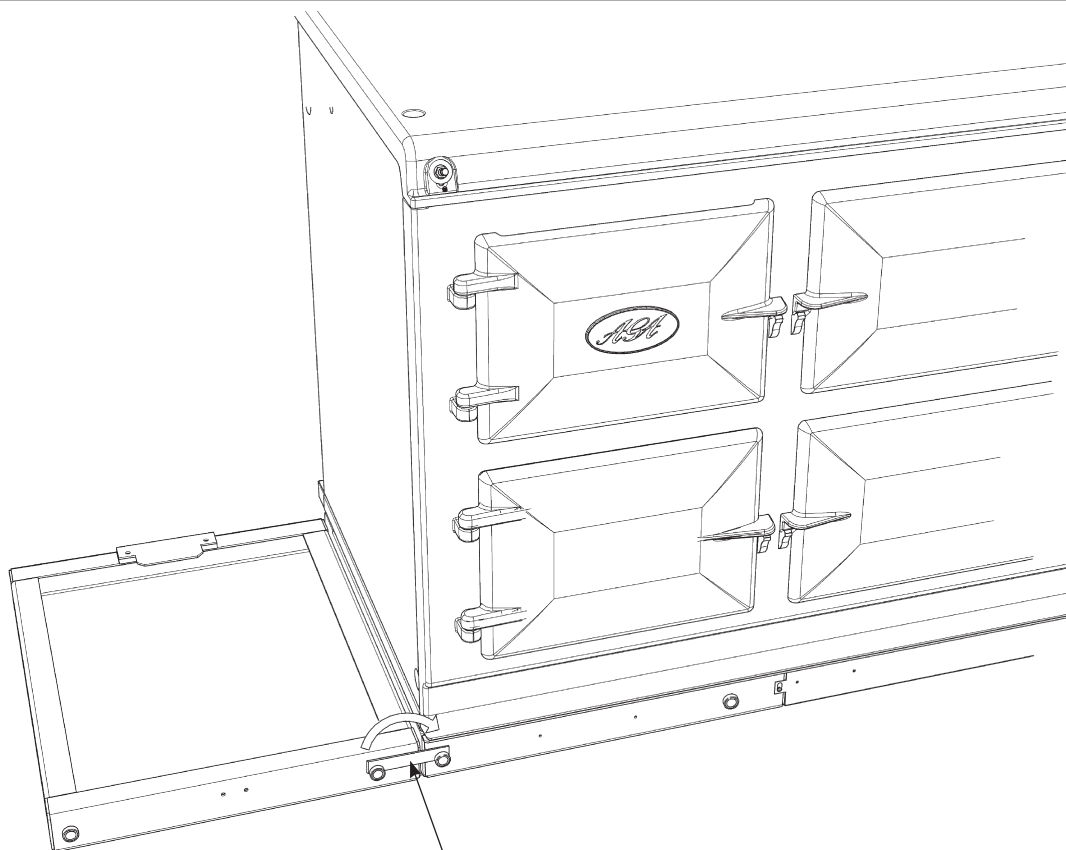

Fig. 5.6
5. Nu kunnen de voorste beugels op hun plaats worden gehaakt over de twee potmagneten. Dit zal beide plinten aan elkaar vergrendelen. (Fig. 5.6)